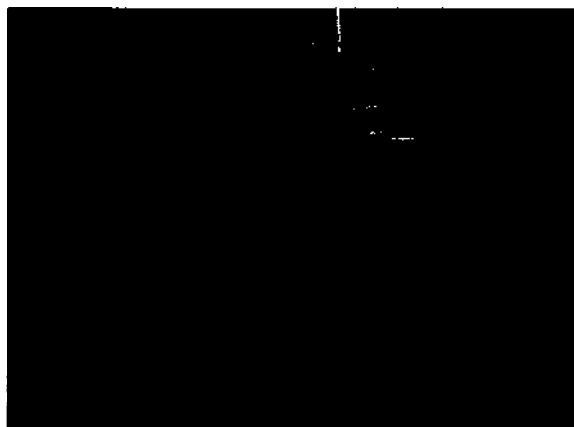

Рисунок 10 - Регулировка положения стопы для размера
5.2.4 Для пациентов, у которых размер ступни более 42-43 размера, положение подставки под ногу должно быть таким, как приведено на Рисунок 10 поз.1.